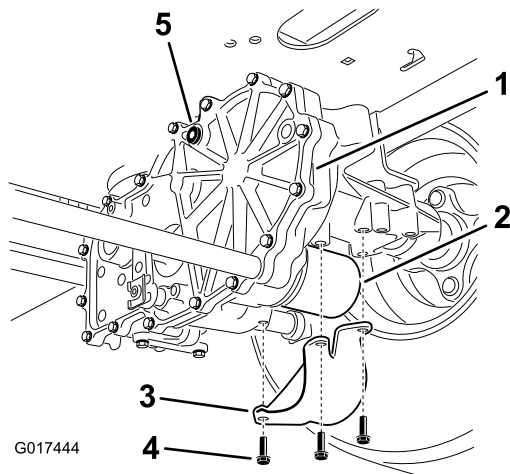

Figure 84
4. Localisez le filtre et les protections sur chaque transmission à boîte-pont (Figure 84).
5. Retirez les 3 vis qui fixent la protection du filtre et déposez la protection (Figure 84).